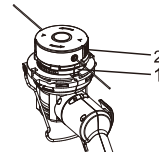

Fig. 12
1. Appuyez sur les boutons de verrouillage de la bobine (1) dans le boîtier de la bobine (2) (Fig. 12).
Retirez la bobine du boîtier de la bobine, déroulez environ 7,6 cm (3 po) de fil et réinstallez la bobine (Fig. 12 à Fig. 16).
Retirez la bobine du boîtier de la bobine, déroulez tout le fil pour coupe-herbe de la bobine et rembobinez le fil (Fig. 12 à Fig. 16).